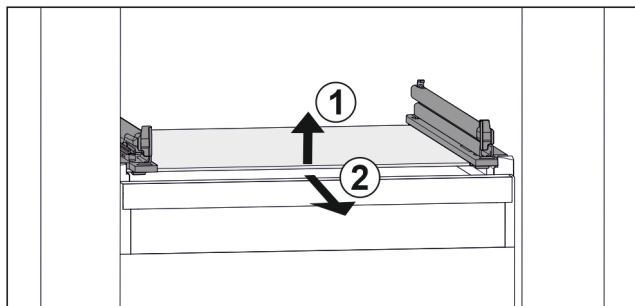

Fig. 74 Vejledende visning af glaspladen
- ▶ Løft glaspladen foran. Fig. 74 (1)
- ▶ Tag glaspladen ud fremefter. Fig. 74 (2)